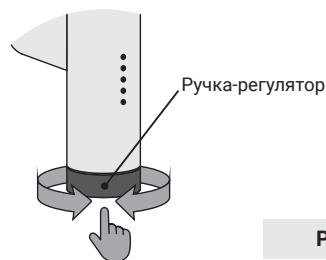

Рис.26
Вращение ручки-регулятора позволяет задавать необходимые параметры температуры или времени в выбранном режиме (рис. 26).
7.3. Поворот ручки регулятора (рис. 26) по часовой стрелке включает изделие в режим нагрева с регулировкой температуры: